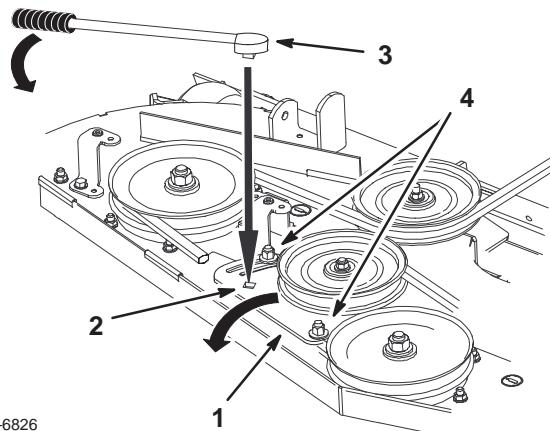

Figure 75
4. Desserrez l'écrou de fixation de la plaque de la poulie de tension et déplacez la plaque pour détendre la courroie sur la poulie de tension. Déposez la courroie usée du plateau de coupe (Fig. 75).
5. Si un réglage est nécessaire, desserrez la plaque du bras de tension et effectuez le réglage (Fig. 75).
6. Insérez un manche à rochet ou une barre de levier dans le trou carré de la plaque pour régler la tension (Fig. 75).
7. Pour augmenter la tension de la courroie, tournez la plaque de la poulie de tension jusqu'à ce qu'une résistance soit sentie et que la rotation s'arrête. Ne continuez pas quand elle s'arrête (Fig. 75).
8. Serrez les boulons de la plaque de la poulie de tension (Fig. 75).
10. Réglez la tension de la courroie et la plaque de la poulie de tension au besoin, et serrez fermement toutes les fixations (Fig. 75).